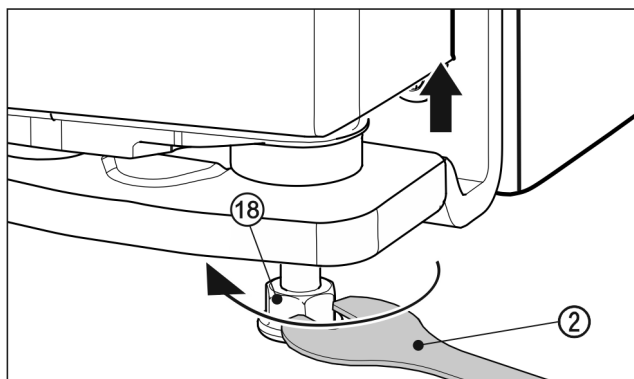

Fig. 22
- Zum Anheben der Tür den Stellfuß Fig. 22 (18) mit dem beiliegenden Gabelschlüssel Fig. 22 (2) rechts herum bis Kontakt auf Fußboden herausdrehen. Dann weiter drehen bis die Tür in der Höhe verstellt ist. Im Auslieferungszustand ist der Lagerbolzen ganz eingedreht.